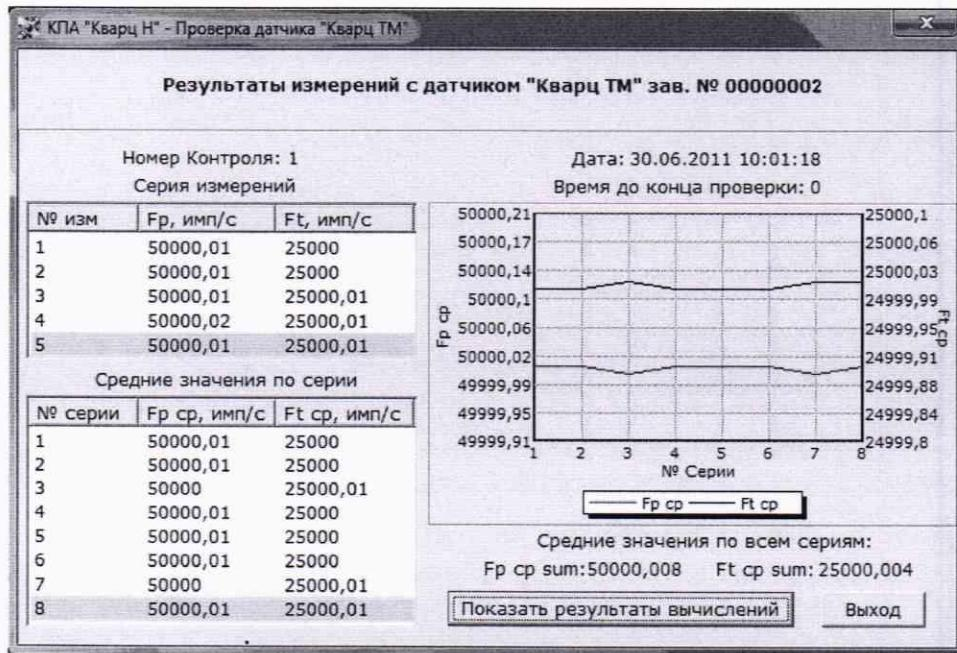

Рисунок 10 – Окно результатов измерений.
8.3.1.10 На экране монитора появится окно (см. рисунок 10) результатов измерений. Дождаться окончания серии измерений (40 измерений). Время измерений ( $4000 \pm 200$ ) с.